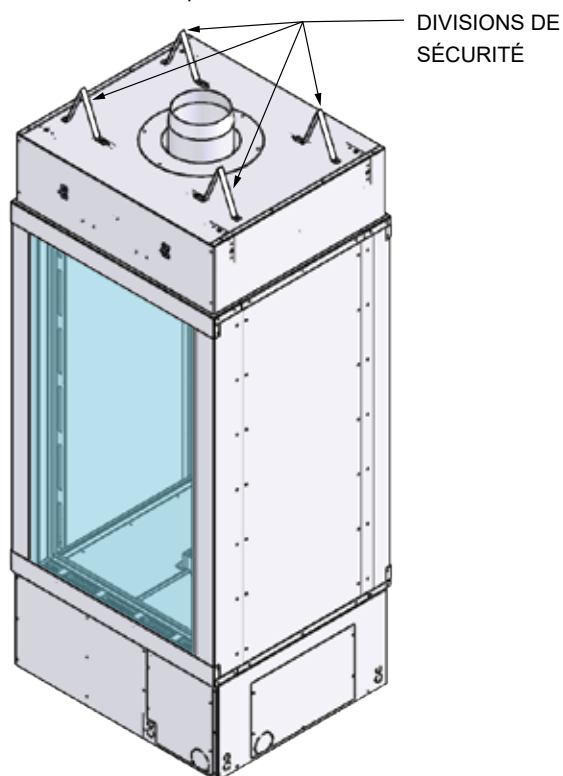

Figure 4A.3
ÉTAPE 1 : Se reporter à la figure 4A.1
ÉTAPE 2 : Se reporter à la figure 4A.2
Pliez le centre de la division de sécurité vers le haut et les deux extrémités vers l'extérieur au niveau des lignes perforées. En vous référant à la figure 4A.2, localisez la deuxième vis préinstallée sur le dessus de la boîte à feu à chaque emplacement de la division de sécurité. Retirez la vis, faites pivoter la division de sécurité pliée en position et réinstallez la vis pour fixer la division de sécurité. Serrez la vis qui a été desserrée à l'étape 1.
Pliez les deux (2) petites languettes sur chacune des languettes à clouer au niveau des lignes perforées. En vous reportant à la figure 4A.3, localisez les trous pré-perçés sur le côté de la boîte à feu où seront placées les languettes à clouer.